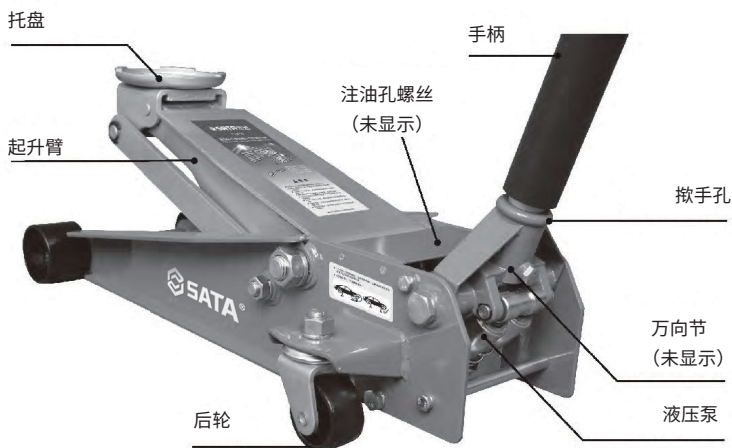

图 1
- 2) 将手柄塞进手孔（见图 1）。
- 3) 逆时针方向转动手柄（见图 1），打开回油阀。